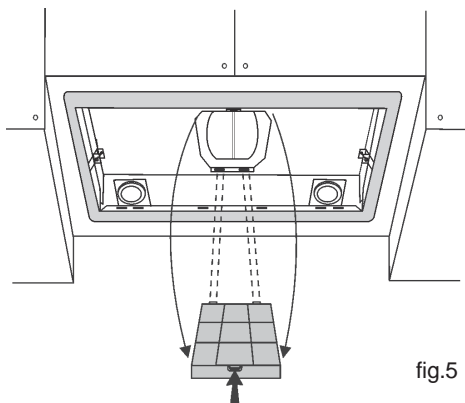

fig.5
3. Poussez l'arrêt du filtre à charbon vers l'intérieur et tirez le filtre vers le bas de manière à le retirer de son logement (fig. 5).